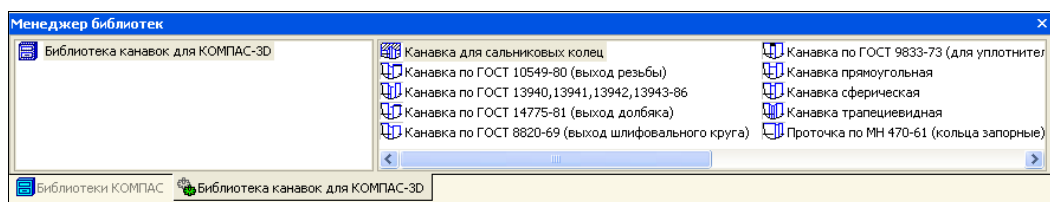

Рис. 26.65. Диалоговое окно Менеджер библиотек с раскрытой Библиотекой канавок
- ♦ в левой части окна откройте папку **Машиностроение**. В правой части поставьте флажок **Библиотека канавок для КОМПАС-3D**. Библиотека откроется в режиме **Панель** (рис. 26.65);